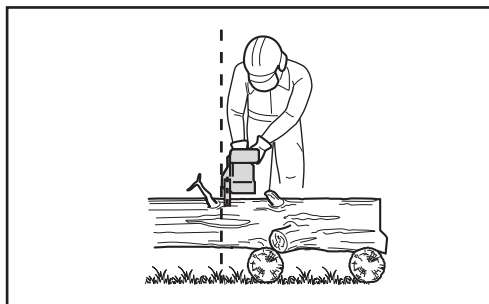

Fig. 18
- Segure sempre bem o produto com ambas as mãos; na pega dianteira (2) com a mão esquerda e na pega traseira (1) com a direita. Agarre sempre ambas as pegas firmemente durante a utilização. Nunca utilize o produto com apenas uma mão.
- Utilize o produto apenas com uma posição segura. Segure o produto no lado direito do corpo (Fig. 18).